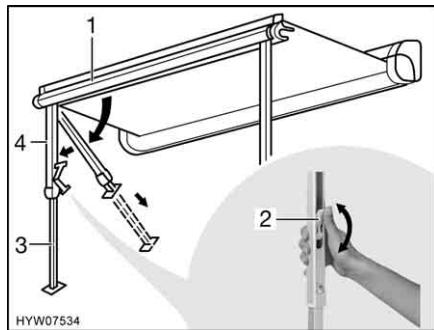

Fig. 15 Installazione dei montanti di supporto
- Estrarre i montanti di supporto (Fig. 15,4) dal listello anteriore (Fig. 15,1) ribaltandoli e montarli.
- Aprire il bloccaggio sui montanti di supporto. A tal fine ripiegare la leva di serraggio (Fig. 15,2) verso l'alto.
- Estrarre la parte inferiore dei montanti di supporto (Fig. 15,3) fino alla lunghezza desiderata.